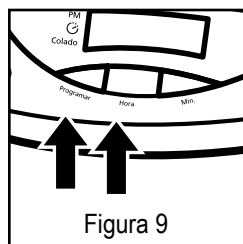

Figura 9
2. Continue pressionando o botão para programar o preparo do café. Enquanto estiver realizando essa operação, pressione e mantenha pressionado o botão para ajustar a hora, até que a tela do relógio mostre a hora que você deseja que o preparo do café inicie. O indicador PM iluminará para indicar as horas PM (após o meio dia). Se o indicador PM não estiver iluminado, é porque a hora programada é AM (antes do meio dia). Veja a figura 9.